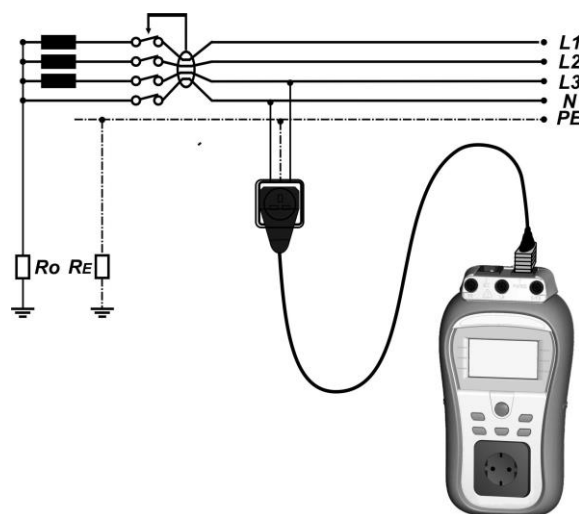

Abbildung 5.47: Erweiterter Effektivspannungstest mit dem IEC-Kabel
- Schließen Sie das IEC-Kabel an den NETZ-Anschluss des Geräts und an die externe Netzsteckdose an (siehe **Abbildung 5.47**).